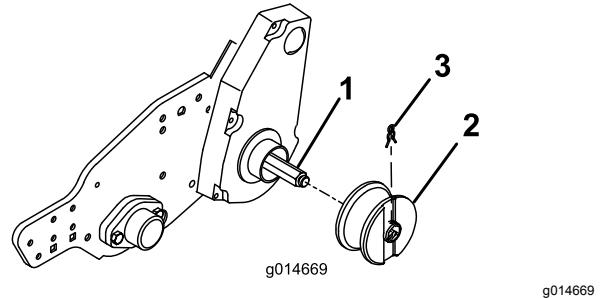

Figure 6
3. Insérez un galet sur chaque axe et fixez-le en place avec un clip (Figure 6).